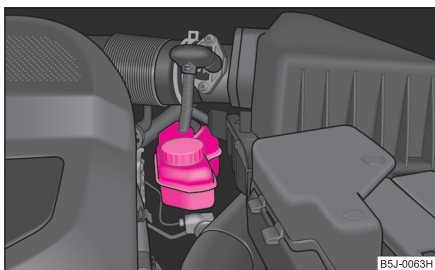

Fig. 150 Compartimentul motor: Rezervorul lichidului de frână
- Verificați nivelul lichidului de frână din rezervor ⇒ fig. 150. Nivelul trebuie să se găsească între marcajele „MIN” și „MAX”.